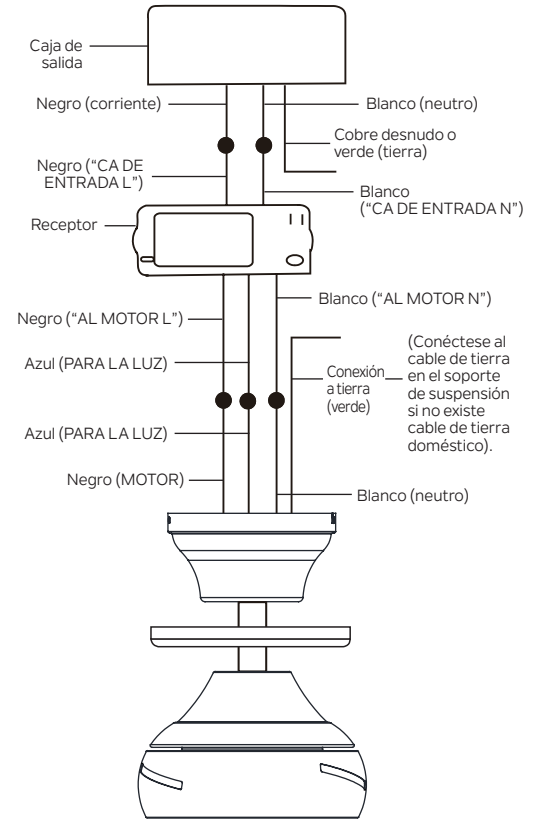

Figura 14
Paso 4. Conecte el cable de tierra (cobre verde o desnudo) de la caja de salida del techo al cable de tierra del soporte de montaje del techo y al cable de tierra del ventilador de techo con una tuerca de cable de plástico incluida en la bolsa de piezas. (Figura 14)